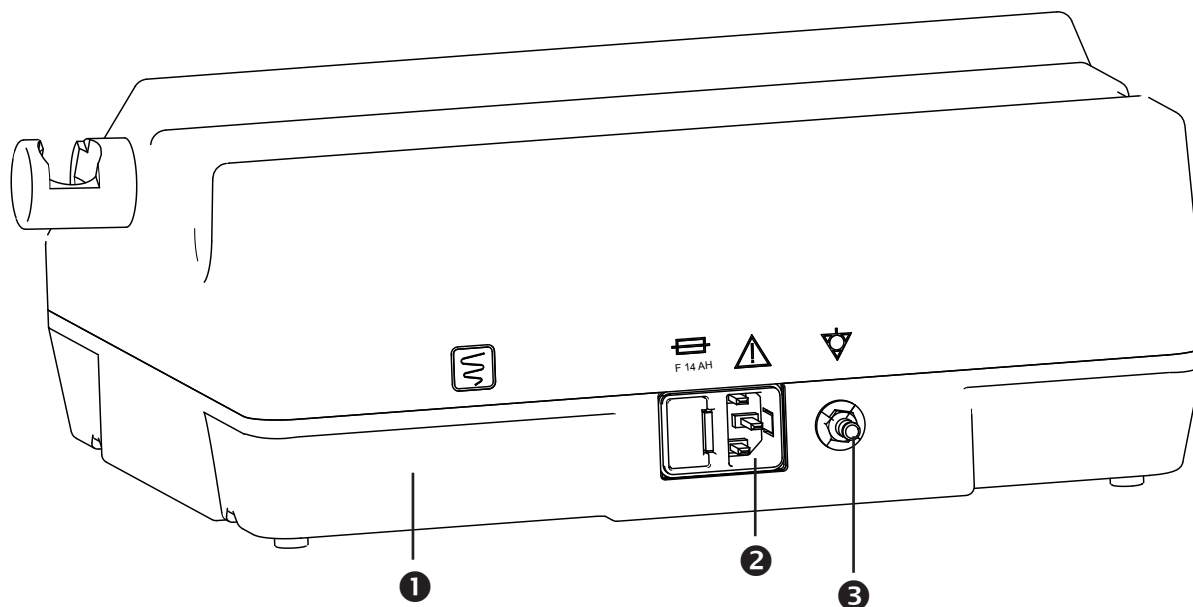

Fig. 2. Vista trasera
- Conecte el cable a la base de enchufe (⚡, fig. 2).
- Conexión para equipotencial (⚡, fig. 2). ATMOS le facilita el cable de conexión (ver punto 8.0).